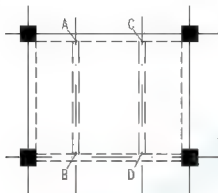

图 5.52 绘制板底梁
(3) 将【虚线】图层设置为当前层。
(4) 启动【多线】命令(快捷键 ML)。
① 在当前设置：对正=无，比例=240.00，样式=STANDARD，指定起点或 [对正(J)/比例(S)/样式(ST)]：提示下，输入“S”后按 Enter 键。
② 在输入多线比例 240.00：提示下，输入“200”（板底梁的宽度为 200mm）后按 Enter 键。
③ 在指定起点或 [对正(J)/比例(S)/样式(ST)]: 提示下, 捕捉 A 点作为多线的起点。
④ 在指定下一点或 [闭合(C)/放弃(U)]: 提示下, 捕捉 B 点作为多线的终点, 然后按 Enter 键结束命令。
(5) 按 Enter 键重复【多线】命令, 绘制 CD 多段线后按 Enter 键结束命令, 结果如图 5.52 所示。
(6) 用【对象特性管理器】将图 5.52 中的两根板底梁的【线型比例】修改为“0.5”。